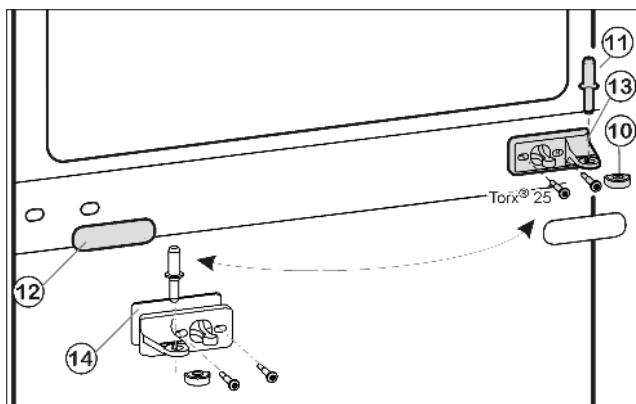
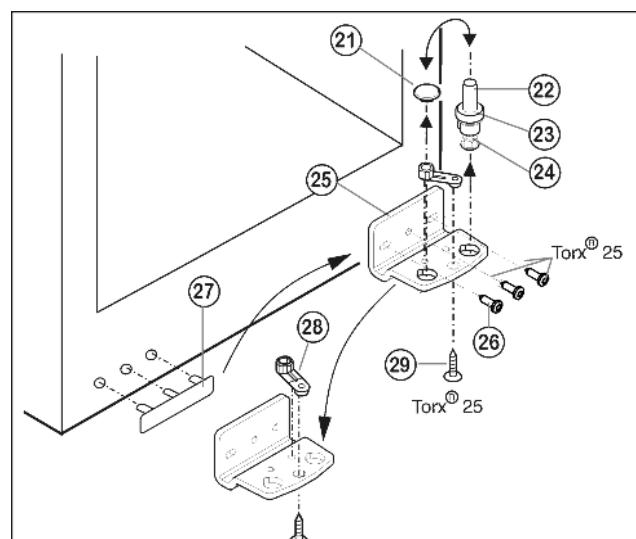

Fig. 5
Fig. 6
- ▶ Вытащите из опорного кронштейна и нижней дверцы средний опорный винт Fig. 5 (11).
- ▶ Снимите пластмассовый колпачок Fig. 5 (10).
- ▶ Открутите средний опорный кронштейн Fig. 5 (13) (2 шт. Torx® 25).
- ▶ Осторожно снимите накладку Fig. 5 (12).
- ▶ Прикрутите средний опорный кронштейн Fig. 5 (13) с подкладкой Fig. 5 (14) с поворотом на 180° на новую сторону шарнира (**с моментом 4 Нм**).
- ▶ Защелкните накладку Fig. 5 (12), повернув на 180 °, на стороне, где теперь будет ручка.
- ▶ Извлеките опорный винт Fig. 6 (22) в комплекте с шайбой Fig. 6 (23) и регулируемой опорой Fig. 6 (24), вытягивая его вверх.
- ▶ Снимите пробку Fig. 6 (21).
- ▶ Открутите Fig. 6 (26) опорный кронштейн Fig. 6 (25).
- ▶ Открутите Fig. 6 (29) опорную деталь Fig. 6 (28) и, перевставив в отверстие на противоположной стороне опорного кронштейна, снова прикрутите.
- ▶ Осторожно снимите и переставьте на противоположную сторону крышку со стороны ручки Fig. 6 (27).
- ▶ Снова прикрутите опорный кронштейн Fig. 6 (25) на новой стороне шарнира (**с моментом 4 Нм**). При необходимости используйте аккумуляторный шуруповерт.
- ▶ Переставьте пробку Fig. 6 (21) в свободное отверстие.
- ▶ Вновь установите опорный винт Fig. 6 (22) в комплекте с шайбой и регулируемой опорой. При этом фиксатор должен быть направлен назад.
- ▶ Установите нижнюю дверцу сверху на нижний опорный винт Fig. 6 (22).
- ▶ Снова наденьте пластмассовый колпачок Fig. 5 (10) на средний опорный кронштейн Fig. 5 (13).
- ▶ Вставьте средний опорный винт Fig. 5 (11) на новой стороне шарнира через средний опорный кронштейн Fig. 5 (13) в нижнюю дверцу.
- ▶ Установите верхнюю дверцу на средний опорный винт Fig. 5 (11).
- ▶ При необходимости выровняйте дверцы через два продольных паза в нижнем опорном кронштейне Fig. 6 (25) и среднем опорном кронштейне Fig. 5 (13) параллельно корпусу устройства. Для этого выкрутите средний винт на нижнем опорном кронштейне Fig. 6 (25).